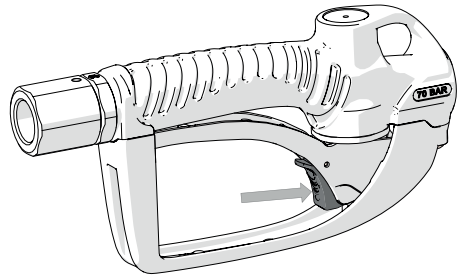

Fig. 2
2. Push the lock button (fig. 2).
2. Presione el botón de bloqueo del gatillo (fig. 2).